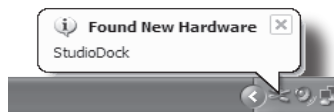

Abb. 9
1. Wenn Sie den StudioDock das erste Mal an einen USB-Port anschließen, installiert Windows XP die Universal-treiber für diesen Port. Es erscheint eine Sprechblase mit der Nachricht, dass der USB Audio Codec gefunden wurde (Abb. 9).